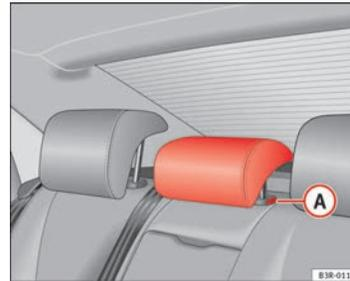

Fig. 113 Plaza central del asiento trasero: Apoyacabezas
- Oprima el botón **A** ⇒ fig. 113 y descienda el apoyacabezas.
- Apriete la tecla **A** ⇒ fig. 113 y, al mismo tiempo, extraiga el apoyacabezas.